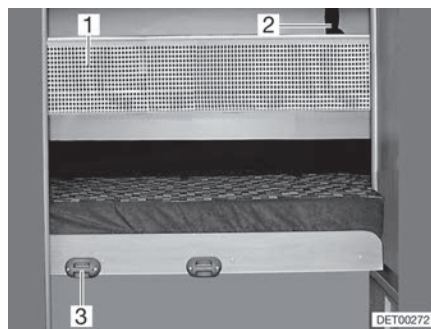

Fig. 78 Rete protettiva
- Agganciare la scaletta di accesso con i longheroni nell'apposito supporto (Fig. 78,3) al diaframma.
La rete protettiva (Fig. 78,1) è stivata sui modelli di serie tra il materasso e il telaio portamaterasso. Fissare la rete protettiva soltanto dopo che la persona si è già stesa nel letto.
- Fare innestare i nastri di sostegno (Fig. 78,2) nei supporti sul soffitto.